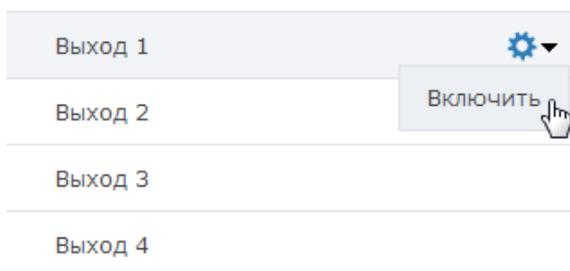

Рисунок 10.89 — Команда включения Реле 1 МКП
4. В строке выхода нажмите на кнопку **Действия**  и выберите команду **Включить** (рисунок 10.89).